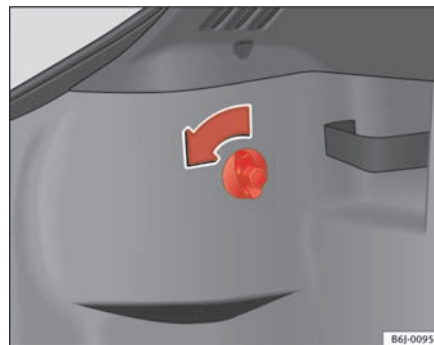

Fig. 141 Adgang til baglygter
- Skru boltene ud i pilens retning med hånden eller med en skrue-trækker ⇒ fig. 141.